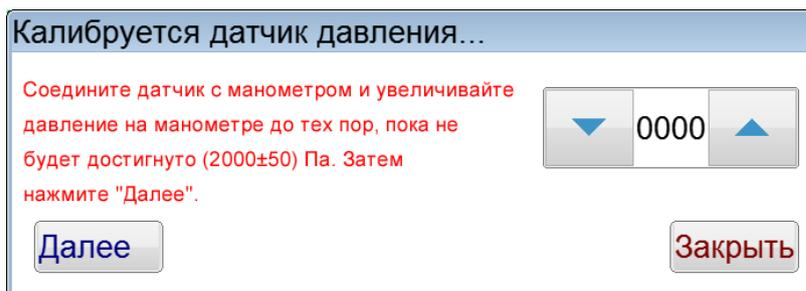

Рисунок 27 – Вторая точка калибровки датчика давления
5.8.7 Нажать кнопку **[Далее]**, включится насос и будет предложено соединить датчик давления с манометром и увеличивать давление в манометре до тех пор, пока не будет достигнуто разрежение (2000 ± 50) Па (рисунок 27). Чтобы увеличивать давление, необходимо нажать и